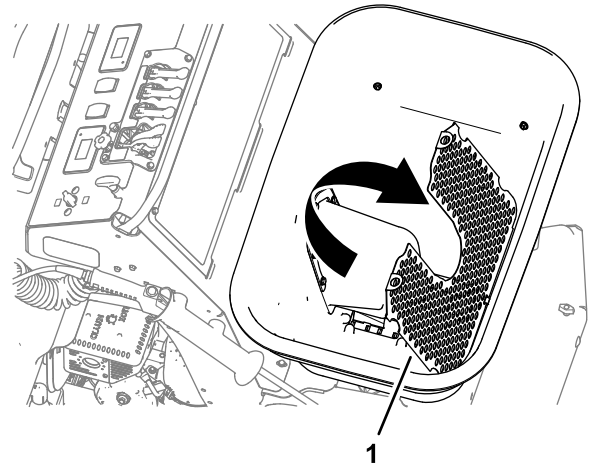

Figura 61
5. Inclíne hacia adelante la rejilla de la parte inferior de la tolva para limpiar los componentes del fondo de la tolva (Figura 61).